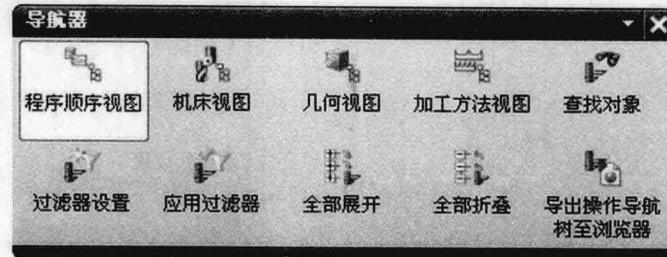

图 1-10 操作【导航器】工具栏
④ 操作【导航器】工具栏。这个工具栏包含的是用于决定操作导航器显示内容的工具，如图 1-10 所示。